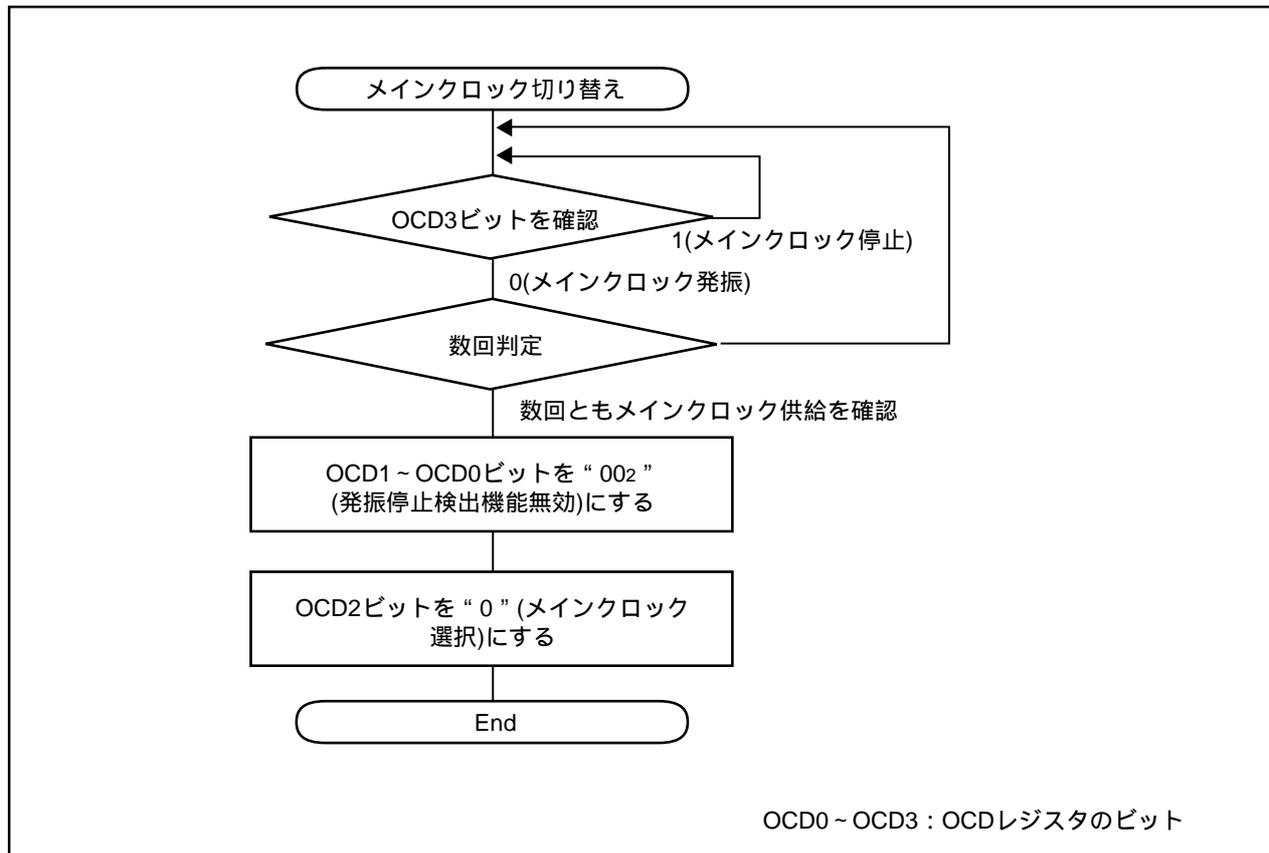

図6.6 オンチップオシレータからメインクロックへの切り替え手順
- ・ 発振停止後、メインクロックが再発振した場合は、プログラムでメインクロックをCPUクロックや周辺機能のクロック源に戻してください。図6.6にオンチップオシレータクロックからメインクロックへの切り替え手順を示します。